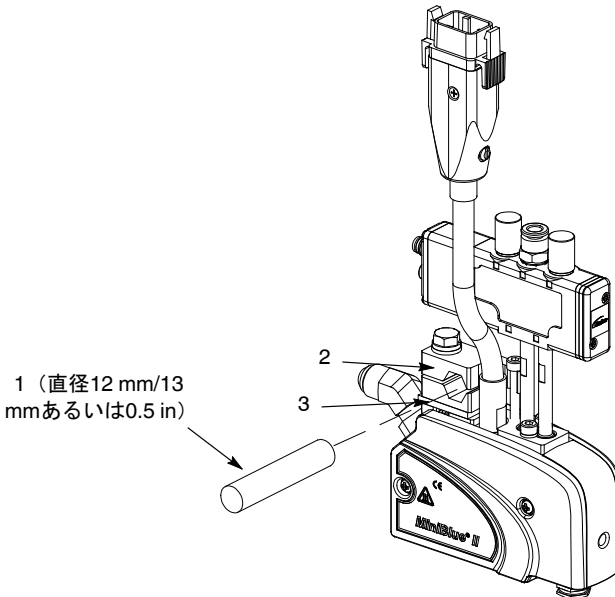

図 9： 取付けクランプを用いたアプリケーションターの取付け
1. 図9を参照。アプリケーションター取付けクランプを直径12-mm/13-mmあるいは0.5 inの取付けバーへスライドする、あるいはクランプを一旦取外して取付けバー上へ（アプリケーションターと絶縁材と共に）再取付けします。絶縁材がマニフォールドとクランプ間に設置されることを確認してください。